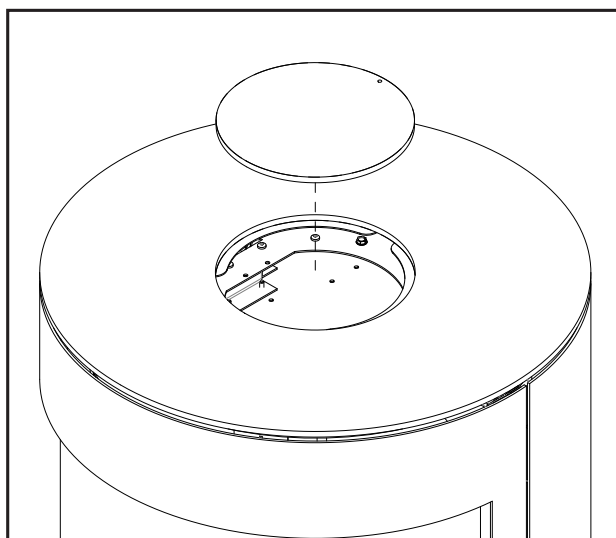

Figure 77: Plaque supérieure vierge
15. Placez le cache de la plaque supérieure (fourni avec l'unité) dans la plaque supérieure (voir la Figure 77).